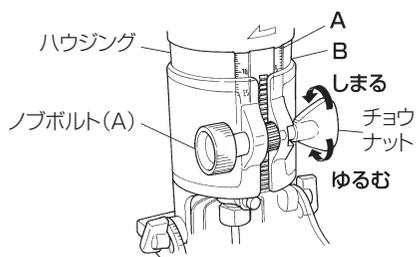

図 9
- (3) ハウジングホルダの上端部 (図9のB部)が、ハウジングの目盛 (図9のA部)と合っているところを読みとります。
- (4) 切込み深さになるまでベース組を移動させます。(目盛は1mm間隔になっております。)
- (5) ベース組のチョウナットをしっかりと締付けてください。(図9)